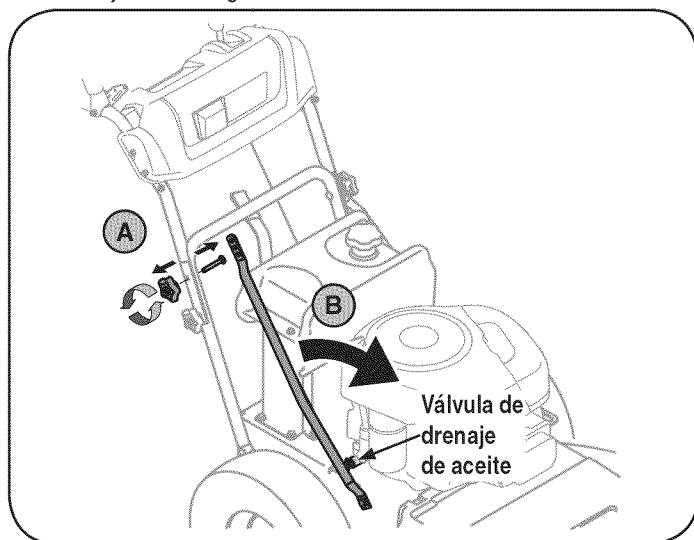

Figura 13
2. Extraiga la perilla en estrella superior y el tornillo del carro del lado derecho de la manija. Vea la Figura 13.
3. Gire el tubo de soporte hacia el frente para tener lugar para conectar la manguera de drenaje de aceite a la válvula de drenaje. Vea la Figura 13.
7. Apriete las lengüetas de la válvula de drenaje de aceite, luego tire hacia afuera para comenzar a drenar el aceite. Vea la Figura 13.